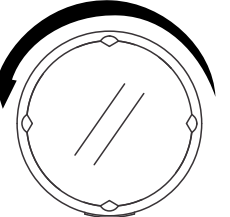

Figura 43
2. Gire o protetor da lâmpada no sentido anti-horário até soltá-lo. Figura 43.